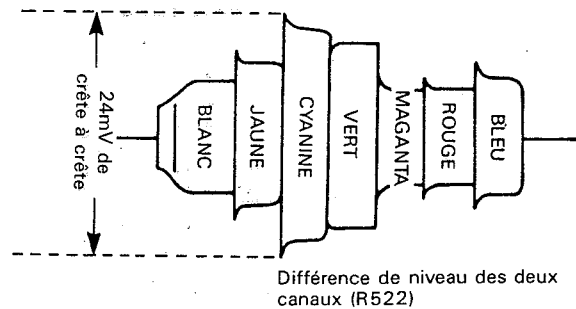

Figure 2-13.
c) Régler R522 (contrôle du chroma d'enregistrement) de sorte que le niveau de rouge soit de 24mV de crête à crête, comme indiqué dans la Figure 2-13.